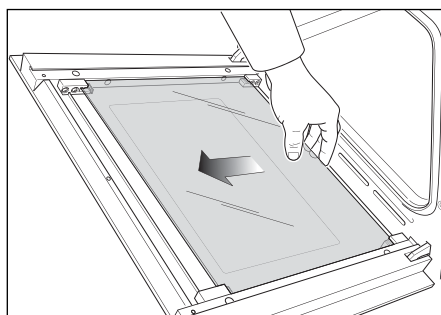

Figura 41b
- Sganciare dolcemente il pannello di vetro centrale dai dispositivi di chiusura di fondo muovendo come indicato dalla figura 41b.